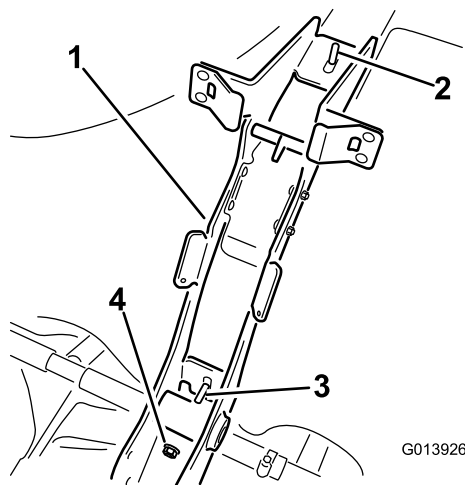

Figura 4
- Sujete el bastidor principal al fleje del depósito con 2 contratuercas (Figura 4).